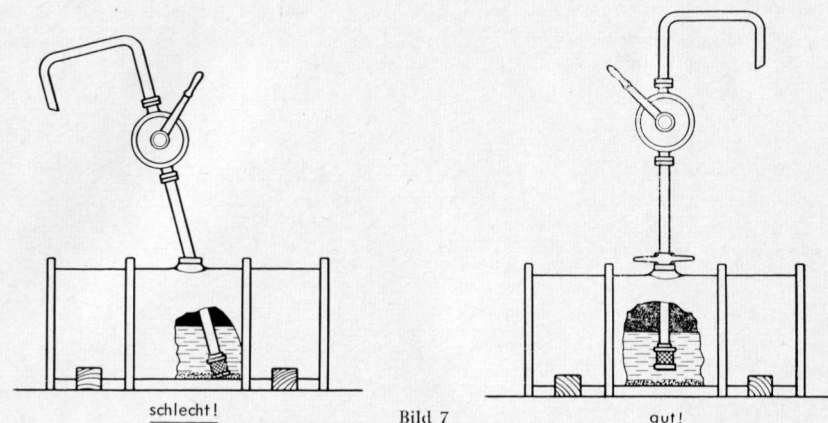

Bild 7
6. Beim Abfüllen mit Handpumpe Ansaugbohrung höher legen, damit keine Schlammablagerungen angesaugt werden. (Siehe Bild 7).